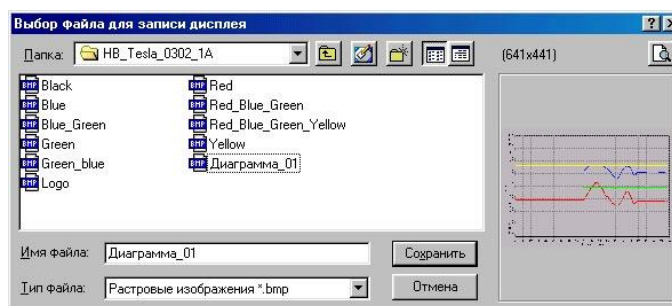

Рис. 10. Окно выбора файла для сохранения изображения на дисплее.
- кнопка «Сохранить» выполняет сохранение изображения на дисплее в выбранном пользователем графическом файле. Окно выбора файла для сохранения дисплея приведено на рис.10.